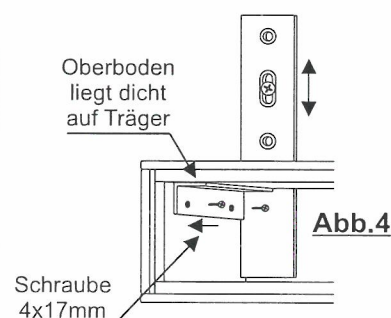

Abb.4
- Ziehen Sie anschließend mit einem Inbusschlüssel vom Inneren des Korpus oder mit einem Maulschlüssel von oben durch den Kabelkanal die Gewindeschraube des Kippsicherungsbeschlags an. (Abb.4)
- Achten Sie darauf, dass der Oberboden dicht auf den Träger aufliegt. (Abb.4)
1. Zur Montage des Schubkastenvorderstück geben Sie in allen Dübelbohrungen einen Tropfen Leim an. (Abb. 4)